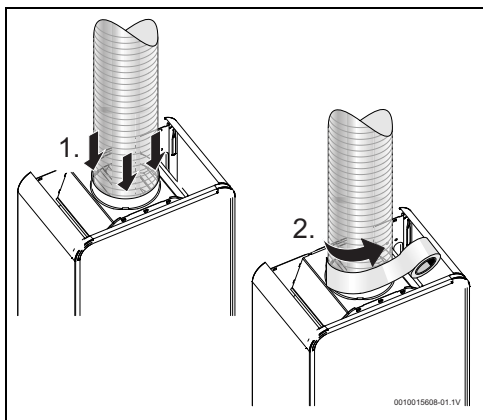

Fig. 12
- debe introducirse en el interior del anillo de la chimenea (→ dimensión del anillo en la Tab. 4), sin huecos, y apoyarse en las conexiones. Si hay huecos, la conexión debe sellarse con material adecuado (Fig. 12),